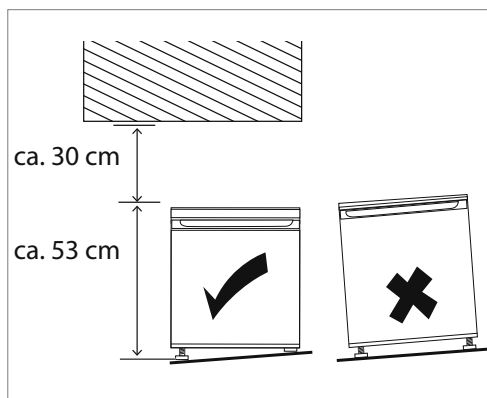

Fig. 1
Per poter aprire completamente la porta del vano congelatore (2), deve essere disponibile il volume d'ingombro riportato di seguito (vedere le **fig. 1 e 2**).